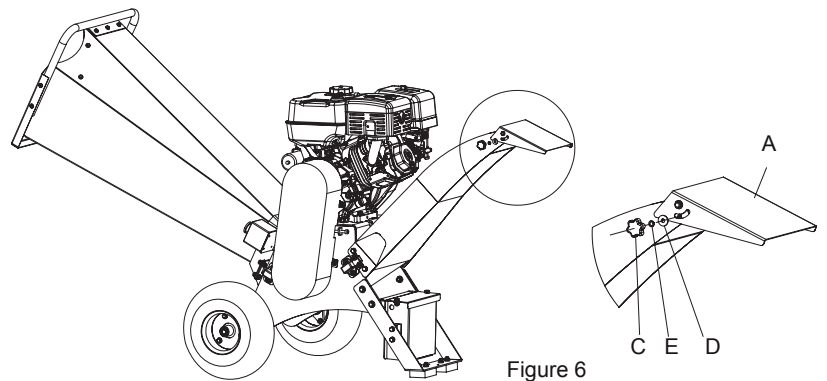

Figure 6
**INSTALLER LE VOLANT À MAIN - FIG. 6**
1. Assemblez le volant (C) à l'aide de la rondelle élastique (D) et de la rondelle plate (E). Le pare-éclaboussures (A) peut être réglé dans la direction souhaitée, puis serrez le volant.